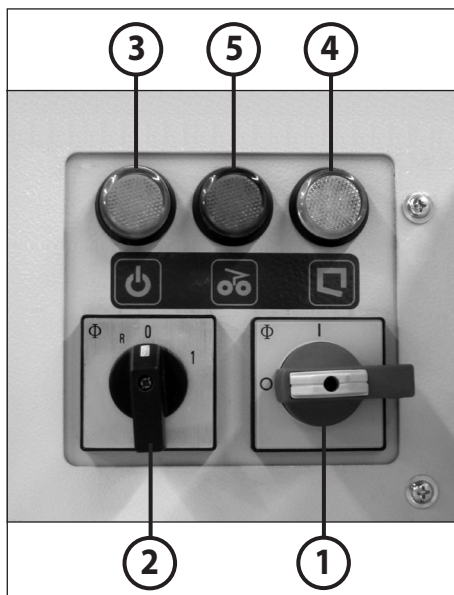

fig. 11
1. Enclencher le commutateur principal (1) (fig. 11) (position « 1 »).
2. Positionner le commutateur rotatif (2) en position « 1 » (fig. 11).
ELEMENTS DE COMMANDE (fig. 11):